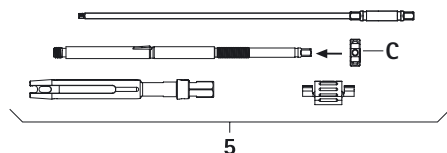

Fig. 9
- Avvitare il dado di serraggio **C** sulla bussola interna, vedere Fig. 9.